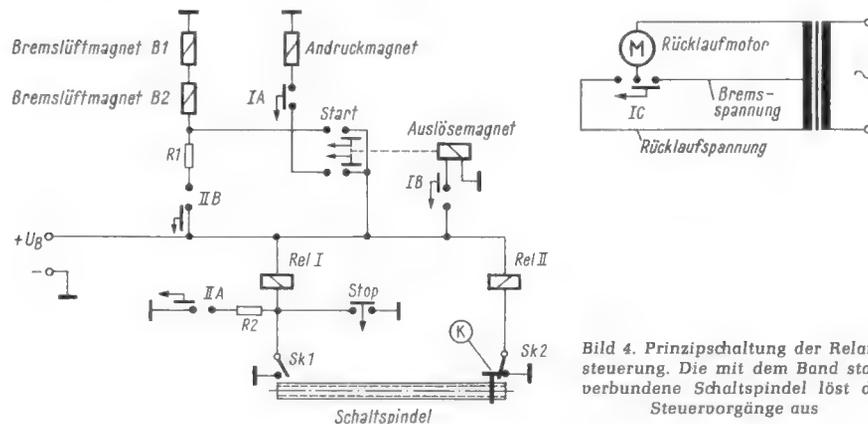

Bild 4. Prinzipschaltung der Relaissteuerung. Die mit dem Band starr verbundene Schaltspindel löst die Steuervorgänge aus
Rechts: Bild 4. Chassisansicht des Tonbandteiles. Vorn die große Anzeigeskala, hinten ist stehend die gedruckte Platine zu erkennen
Die Mechanik des Gerätes weist zahlreiche interessante Einzelheiten auf. Bild 4 vermittelt zunächst einen Gesamteindruck vom Chassis. Das 10 cm breite Band wird auf zwei hier senkrecht stehenden Trommeln aufgewickelt. Der Tonkopf sitzt auf einer senkrechten Schlittenführung. Die Höhe wird durch den Spurläufer eingestellt. Weil die komplizierten mechanischen Steuervorgänge der üblichen Tonbandgeräte entfallen, ergibt sich eine sehr einfache Wirkungsweise. Ein Spaltpolmotor treibt über einen
sehen von den Einstellern für Lautstärke und Klangfarbe hat der Magnetbandspieler nach Bild 4 lediglich noch einen Startknopf sowie den mechanischen Spurwahlschalter, mit dem die Stufenscheibe betätigt wird. Hingegen fehlen die sonst üblichen Tasten für Vor- und Rücklauf.
Zum Verständnis der in Bild 4 wiedergegebenen Prinzipschaltung muß nochmals auf Bild 3 verwiesen werden. Dort ist die mit dem Aufwickelteller (13) starr verbundene Schaltspindel (14) zu erkennen, auf der sich bandtransportabhängig ein Kontaktschlitten (15) bewegt. Durch ihn werden zwei Schaltkontakte betätigt, und zwar am Bandanfang Sk 2 (16), am Bandende Sk 1 (17).
In der Bereitschaftsstellung des Gerätes (Bild 4) ist eine beliebige Spur gewählt, die Starttaste jedoch nicht gedrückt. Das Band steht also in der Anfangsstellung, sozusagen auf dem Startpunkt, wobei der Schaltkontakt Sk 2 durch den Kontaktschlitten (K) geschlossen wird. Die Bremslüftmagnete B 1 und B 2 sind nicht angezogen, es werden also beide Spulenteller gebremst, und erst freigegeben, wenn die Starttaste betätigt wird. Hierbei erfolgt über den Andruckmagneten der Bandtransport, wobei sich gleichzeitig der Kontaktschlitten in Richtung Schaltkontakt Sk 1 bewegt, während Sk 2 geöffnet wird. Der Kontakt Sk 1 ist so justiert, daß er kurz nach Beendigung der Aufzeichnung bzw. am Bandende vom Kontaktschlitten geschlossen wird. Relais I zieht an, unterbricht mit seinem Kontakt I A den Bandantrieb und damit den Bandtransport, über den Kontakt I B läßt der Auslösemagnet die Starttaste in die Aus-Stellung zurückspringen. Über den Kontakt I C wird der Rückwickelmotor von einer Ablaufbremsspannung auf die höhere Rückwickelspannung umgeschaltet und damit automatisch der Rückwickelvorgang eingeleitet. Die Bremslüftmagnete B 1 und B 2 bleiben über den Haltewiderstand R 1 angezogen, während Relais I beim Zurückfahren des Kontaktschlittens - Sk 1 hat inzwischen wieder geöffnet - über den Haltewiderstand R 2 gehalten wird.
Als Spurwahlschalter wird zur besseren Übersicht zweckmäßig ein 16fach-Druckstastenaggregat verwendet, das den mechanisch arbeitenden Spurwahlschalter aus dem Gerät nach Bild 4 ersetzt. Hinzu kommt der sogenannte Betriebsartenschalter (A 1, A 2, A 3), der die folgenden vier Betriebsarten zuläßt: Normalbetrieb, Wiederholen der gewählten Spur, Fortschalten auf die nächstfolgende Spur und Spurvorwahl.